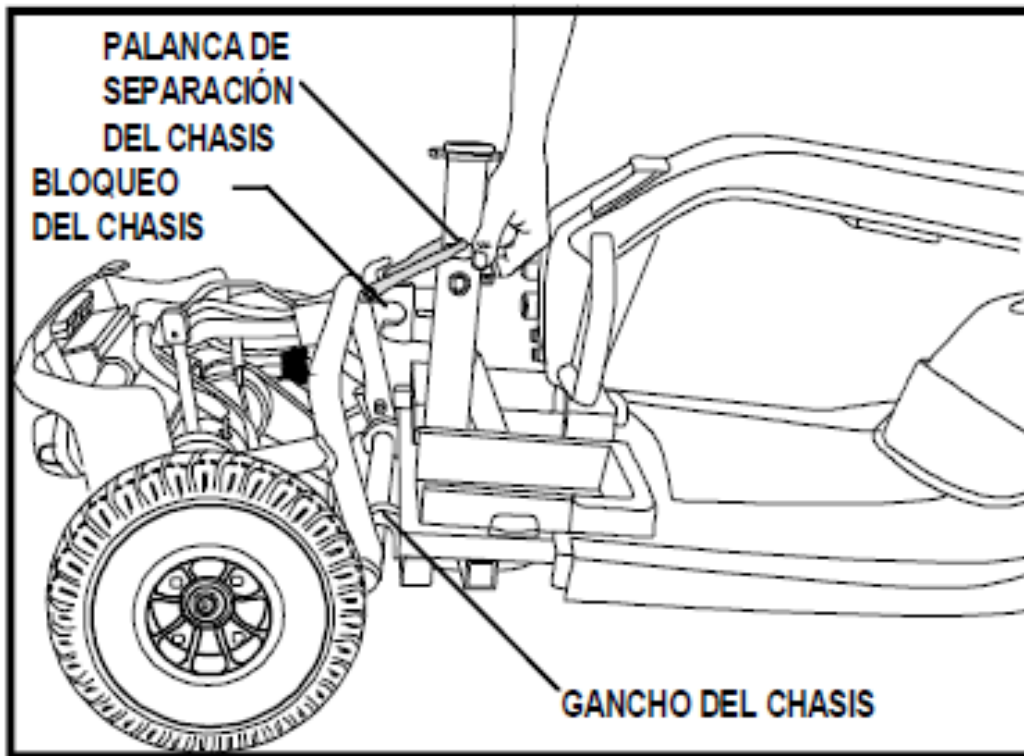

Figura 17. Separación del chasis/marco
5. Desconecte las clavijas de ajuste de las dos baterías. (Figura 17.)
6. Conecte la clavija transversal, las clavijas de las luces traseras y las de las baterías. Ver figura 17.